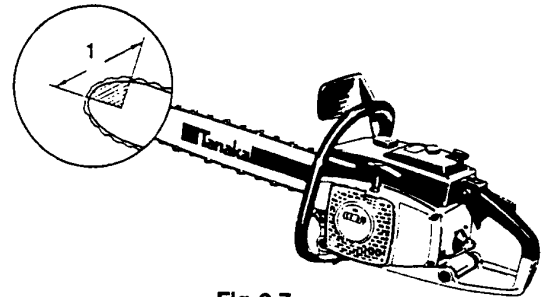

Fig. 2-7
**⚠ WARNING! KICKBACK DANGER (Fig. 2-7)**